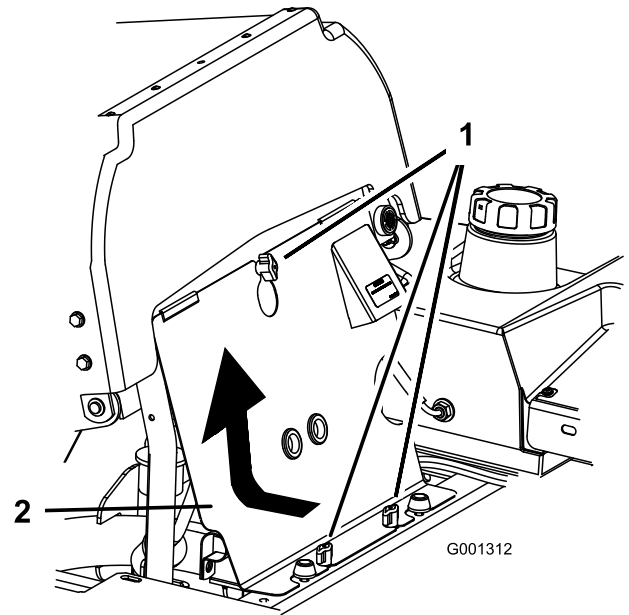

Bild 62
1. Kippen Sie den Sitz nach vorne und entfernen Sie die vordere Motorverkleidung (Bild 62).